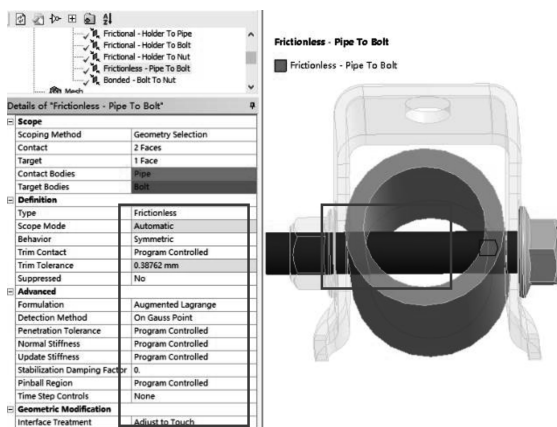

图 2-30 无摩擦接触设置
(5) 设置螺栓杆与圆管的接触：单击【Bonded-Pipe To Bolt】→【Details of “Bonded-Pipe To Bolt”】→【Definition】→【Type】= Frictionless，【Behavior】= Symmetric；【Advanced】→【Formulation】= Augmented Lagrange，【Detection Method】= On Gauss Point；【Geometric Modification】→【Interface Treatment】= Adjust to Touch，其他默认，如图 2-30 所示。
(6) 设置螺栓杆与螺母的接触：单击【Bonded-Nut To Bolt】→【Details of “Bonded-Nut To Bolt”】→【Definition】→【Be-